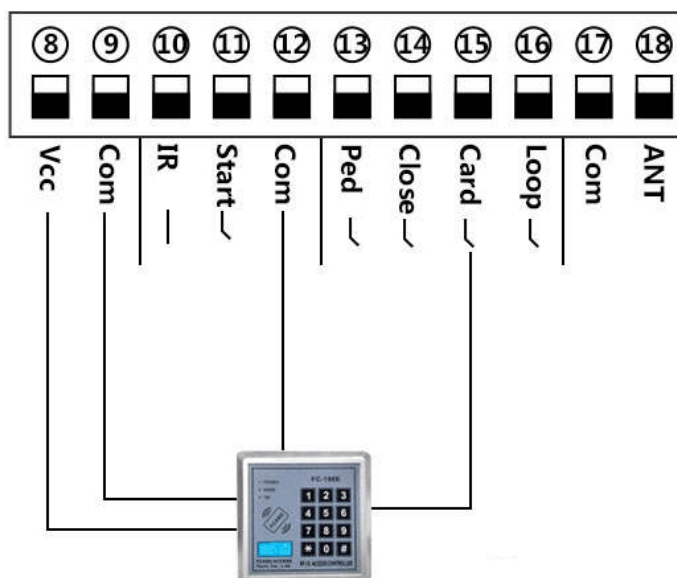

Рис. 13. Подключение внешних устройств управления на открытие
Для подключения кнопки управления, внешнего радиоприёмника или любого другого устройства с импульсным выходом только на открытие подключите его к клеммам Card (15) и Com (12), в случае необходимости питания внешнего устройства 12VDC подключите клеммы Com (9) на плате управления приводом к клемме “ - ” на внешнем устройстве, а клемму Vcc (8) на плате управления приводом к клемме “ + ” на внешнем устройстве (см. Рис. 13).